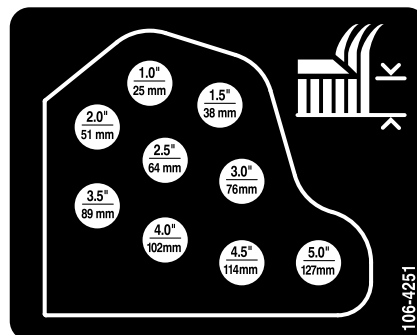

Bild 17
- Montieren Sie die Schnitthöhenketten im gewünschten Schnitthöhenloch (Bild 17) und befestigen Sie sie mit dem Splint und dem Lastösenbolzen.